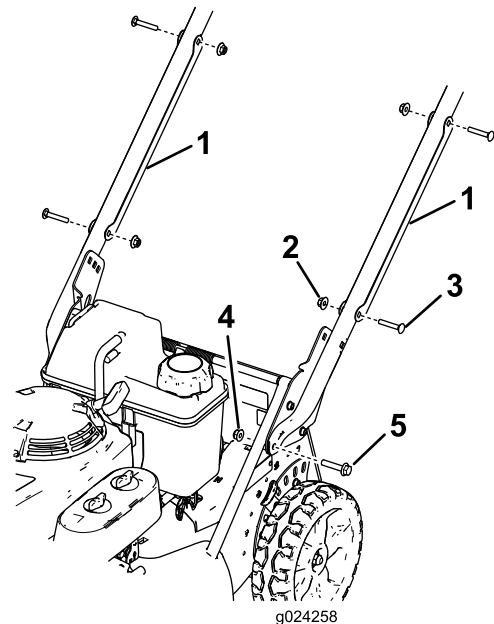

Figura 3
1. Retire los 2 pernos de cuello cuadrado y las 2 arandelas que sujetan cada protector de cable al manillar, y retire los protectores de cable del manillar (**Figura 3**)
arandela prensada (5/16"), según se muestra en Figura 3.
1. Perno de cuello cuadrado – 5/16" x 1½" (2)
2. Soporte del manillar (2)
3. Tuerca con arandela prensada – 5/16" (2)
6. Posicione cada protector de cable en el manillar con los cables dentro del protector, y sujete cada protector al manillar con los 2 pernos de cuello cuadrado y las 2 contratuercas que retiró anteriormente (Figura 3).